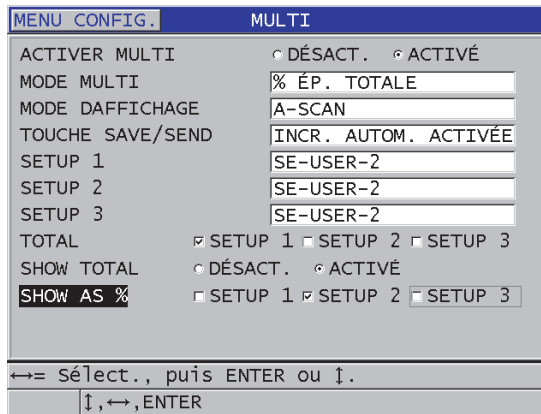

Figure 7-10 Réglages des paramètres de mesures multiples en mode d'affichage de l'épaisseur totale
2. Dans l'écran **MULTI** (Figure 7-10 à la page 128), faites ce qui suit :